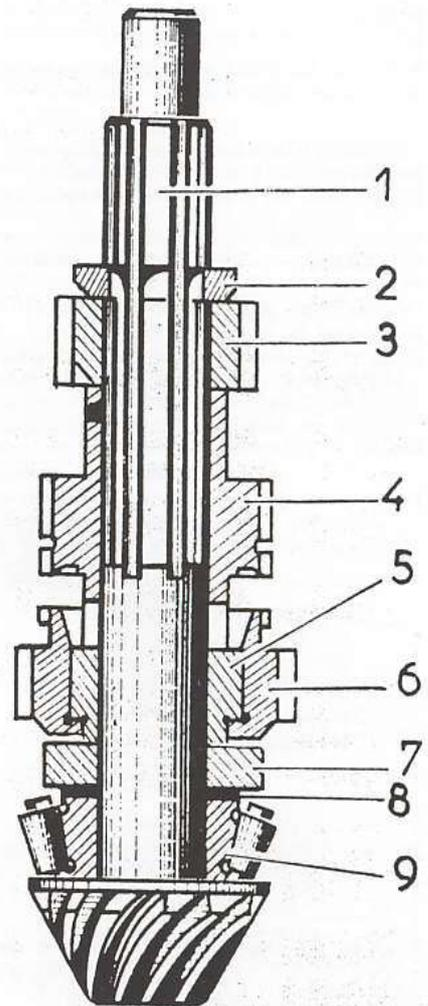

Fig. 63. — Vue en coupe des pièces empiéçées sur l'arbre pignon d'angle
Il faut d'abord déterminer l'épaisseur des cales à placer entre le roulement (9) et la bague entretoise (7) (fig. 63).